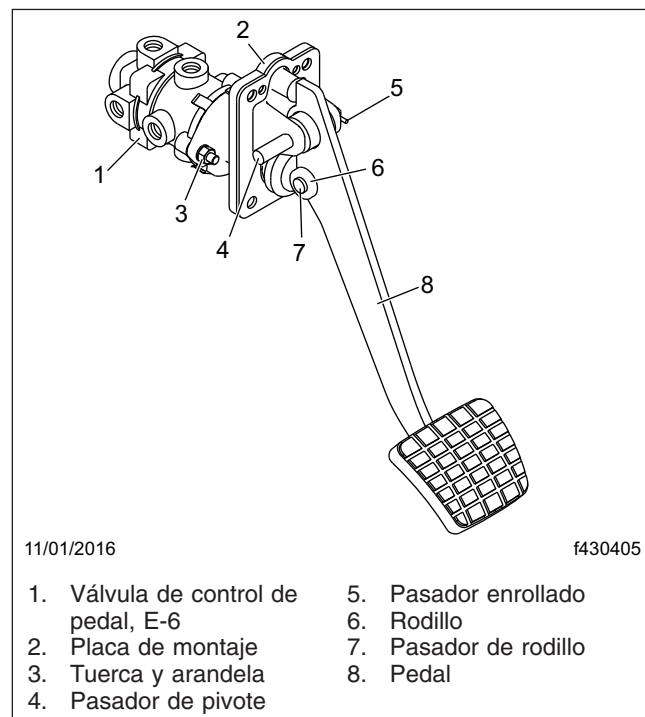

Figura 14, Ensamblaje de pedal del freno y válvula
2. Retire el pasador de rodillo del pasador de pivote del pedal de freno. Vea la **Figura 14**.